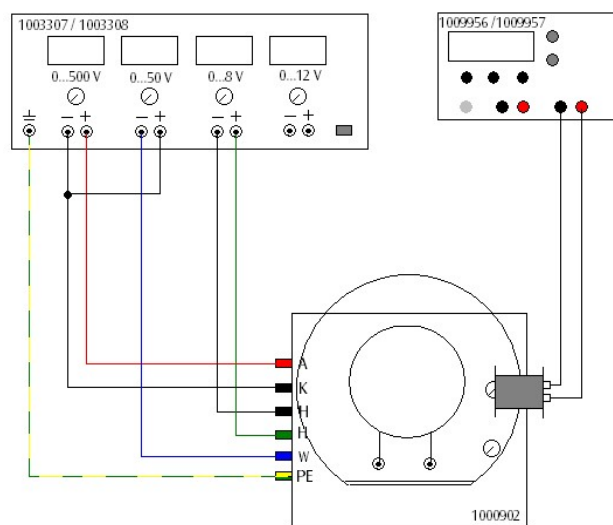

Fig. 6 Representação osciloscópica de sinais periódicos com um gerador de funções
- Fixar uma bobina no lado direito do anel de metal conforme a fig. 6.
- Efetuar a conexão do tubo conforme a fig. 6.